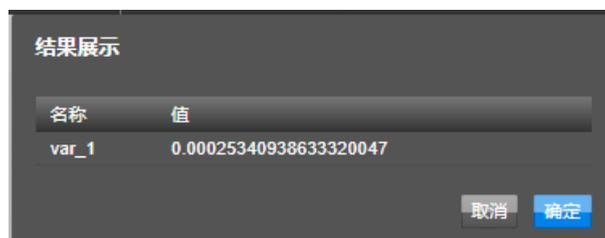

图285 拟合参数结果
- 结果：未知参数的寻优结果，单击查看按钮，即可查看所有拟合参数的拟合结果，如图 285 所示。